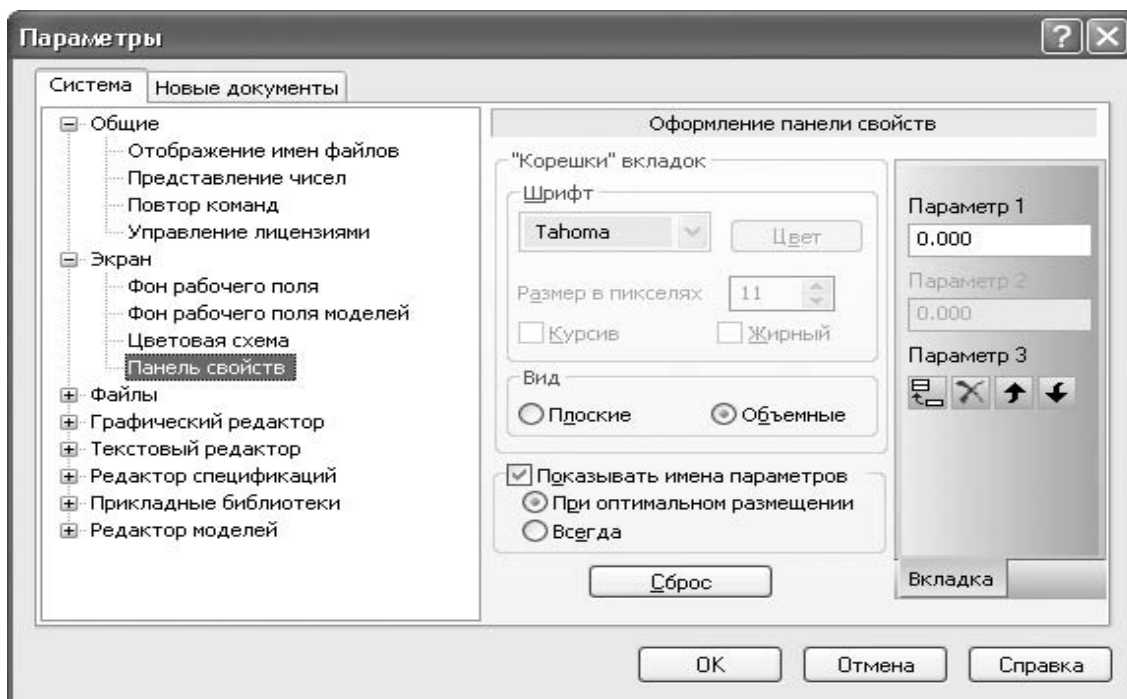

Рис. 1.57. Оформление панели свойств
- Панель свойств – позволяет настраивать оформление панели свойств (рис. 1.57). Аналогичное диалоговое окно можно вызвать с помощью команды Оформление панели свойств контекстного меню панели свойств.